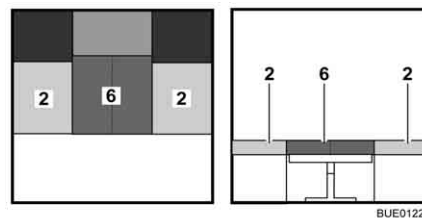

Bild 100 Efter ombyggnaden
- Fäll upp den extra dynan (Bild 100,6) och lägg den mellan sittdynorna (Bild 100,2).